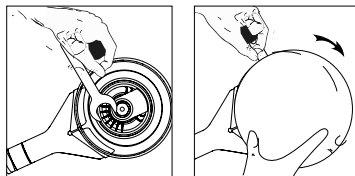

Abbildung 5
2. Um den Teller zu entfernen, setzen Sie den Maulschlüssel zwischen dem Teller und der Glocke an. Halten Sie die Schraube mit dem Maulschlüssel und lösen sie den Teller – siehe Abbildung 5.